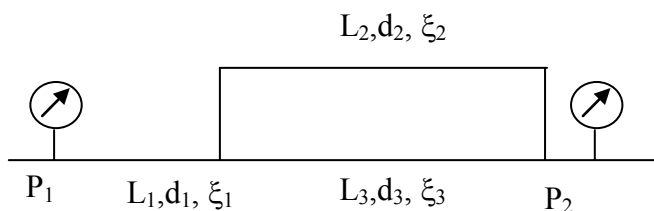

Рисунок 9.5
9.2.4 Визначити витрати в кожній з гілок трубопроводу з латунних труб, якщо манометр на вході показує $P_1 = 6$ атм, на виході – P_2 (рис. 9.5). Характеристики першого трубопроводу: